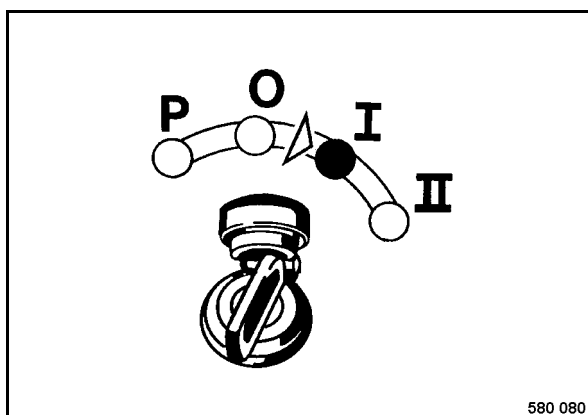

fig. 70
- Tourner la clé de contact (fig. 70) sur position "I".